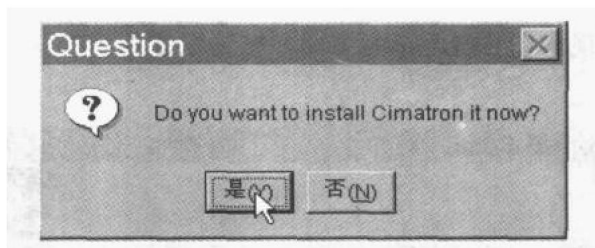

图1.13
- (13) 接着出现如图1.13所示的询问画面，单击【是】进行安装。